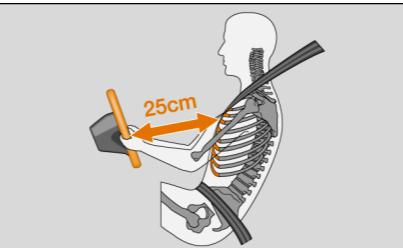

图 210 距方向盘的安全距离
- 对正、副驾驶员来说，与方向盘或仪表板保持至少 25 cm 的距离非常重要的 ⇒ 图 210。如果您未保持最小距离，那么安全气囊系统无法起到保护作用，另外在安全气囊胀开时还会有受伤危险。此外，还必须总是将前座椅和头枕调整至与身材相适合的位置。